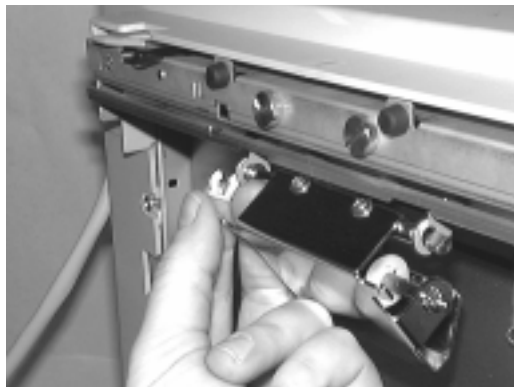

Abbildung 4-58 Entfernen der Klammer von der unteren Walzeneinheit
4. Die untere Walzenführung ist am anderen Ende mit einer weißen Plastikklammer befestigt (siehe Abbildung 4-58). Entfernen Sie diese Klammer.